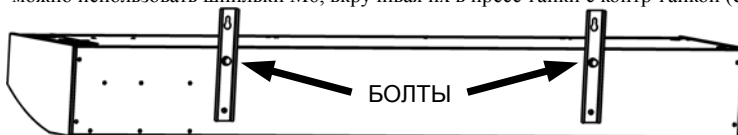
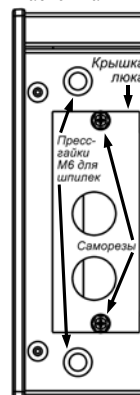

Рис. 1
Рис. 2
4.4.1. Открутить ключом 10 болты на тыльной стороне корпуса (см. рис.1), открутить 2 самореза на крышке люка и вынуть держатель клеммных колодок (см. рис. 2). Привернуть кронштейны крепления к завесе. Закрепить завесу на стене. При креплении к потолку можно использовать шпильки М6, вкручивая их в пресс-гайки с контр-гайкой (см. рис. 2).